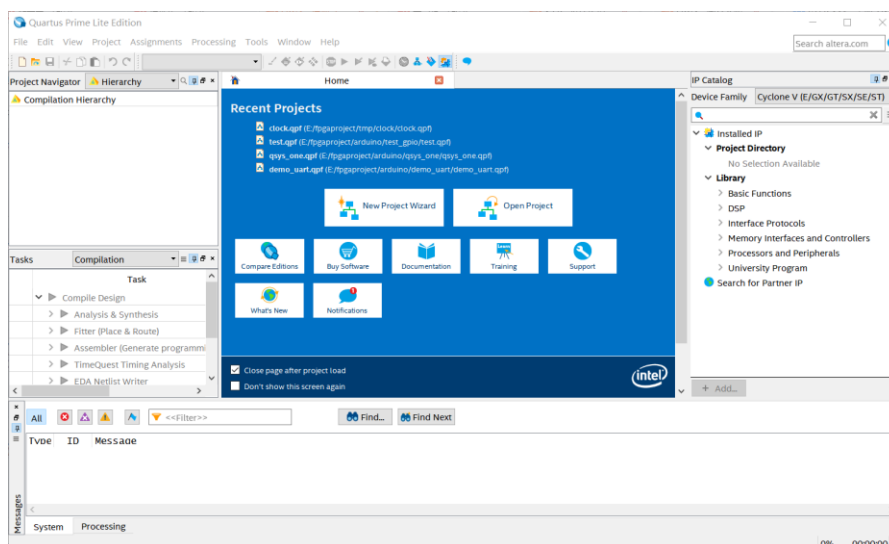

图 1-2 QuartusII 软件主界面图
- 1) 双击 QuartusII 设计软件，打开软件以后，其主界面如图 1-2 所示，它主要分为工程列表区、任务栏区、编辑区、信息提示窗口区和 IP 列表区等 5 个区域；